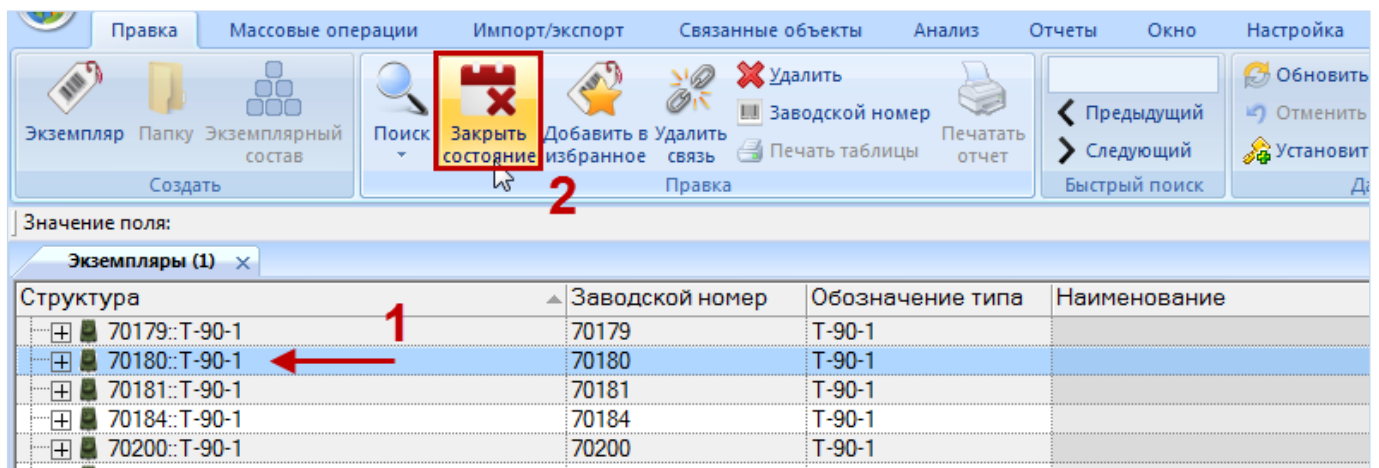

Рис. 28-11 – Закрытие состояния из рабочего окна «Экземпляры»
1) В рабочем окне «Экземпляры» (или «Избранные экземпляры ФИ») выделить нужный экземпляр (1 на рис. 28-11).
2) Если он имеет открытое состояние, то кнопка «Закрыть состояние» панели «Правка» станет активной (2 на рис. 28-11).